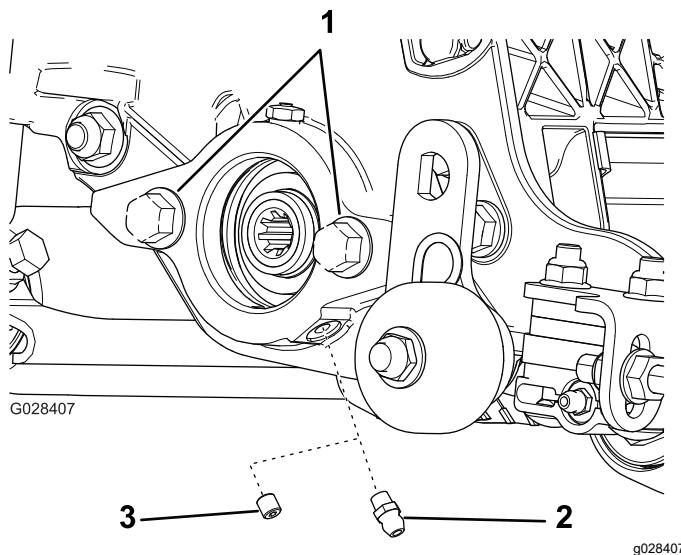

Figura 5
- 1. Retire e deite fora o parafuso de afinação da placa lateral do motor do cilindro (Figura 5).
2. Instale o bocal de lubrificação reto (Figura 5).
3. Se não existirem parafusos na placa lateral do motor do cilindro, instale-os (Figura 5).
As unidades de corte vertical podem ser instaladas em qualquer uma das cinco localizações na unidade de tração. **Figura 5** mostra a orientação do motor de transmissão para cada uma das localizações. As localizações que impliquem a montagem do motor no lado direito da unidade de corte vertical necessitam da instalação de um contrapeso no lado esquerdo da unidade de corte vertical. As localizações que impliquem a montagem do motor no lado esquerdo da unidade de corte necessitam da instalação de um contrapeso no lado direito da unidade de corte vertical.